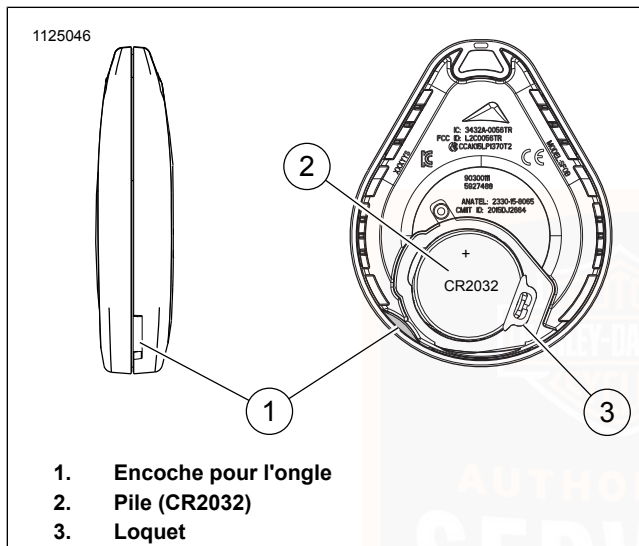

Figure 18. Remplacer la pile du porte-clés
- *Voir Figure 18 . Le numéro de série du porte-clés se trouve aussi à l'intérieur du porte-clés.*
1. Voir Figure 18 . Pour ouvrir le porte-clés, faire tourner une lame mince dans la fente (1).
2. Déposer la batterie (2) et la mettre au rebut conformément à la réglementation locale.